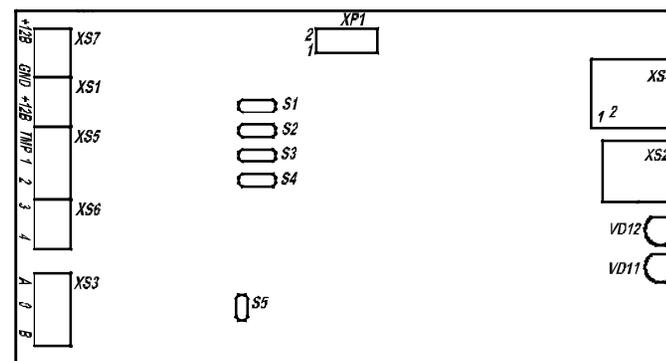

Рис.1
5.1 Адаптер подключается к системному блоку компьютера на любой свободный порт USB посредством соединительного USB-кабеля (разъем XS2 Рис.1). При первом включении ОС Windows запросит драйверы для виртуального последовательного порта, укажите путь к диску с ПО.
5.4 Соединение БУН Р-12-4 и АИУ производится посредством многожильного кабеля марки КСПВГ 8х0,12 (или аналогичным с сечением не менее 0,12мм2) в соответствии с надписями разъемов XS1, XS5, XS6 (Рис.1)